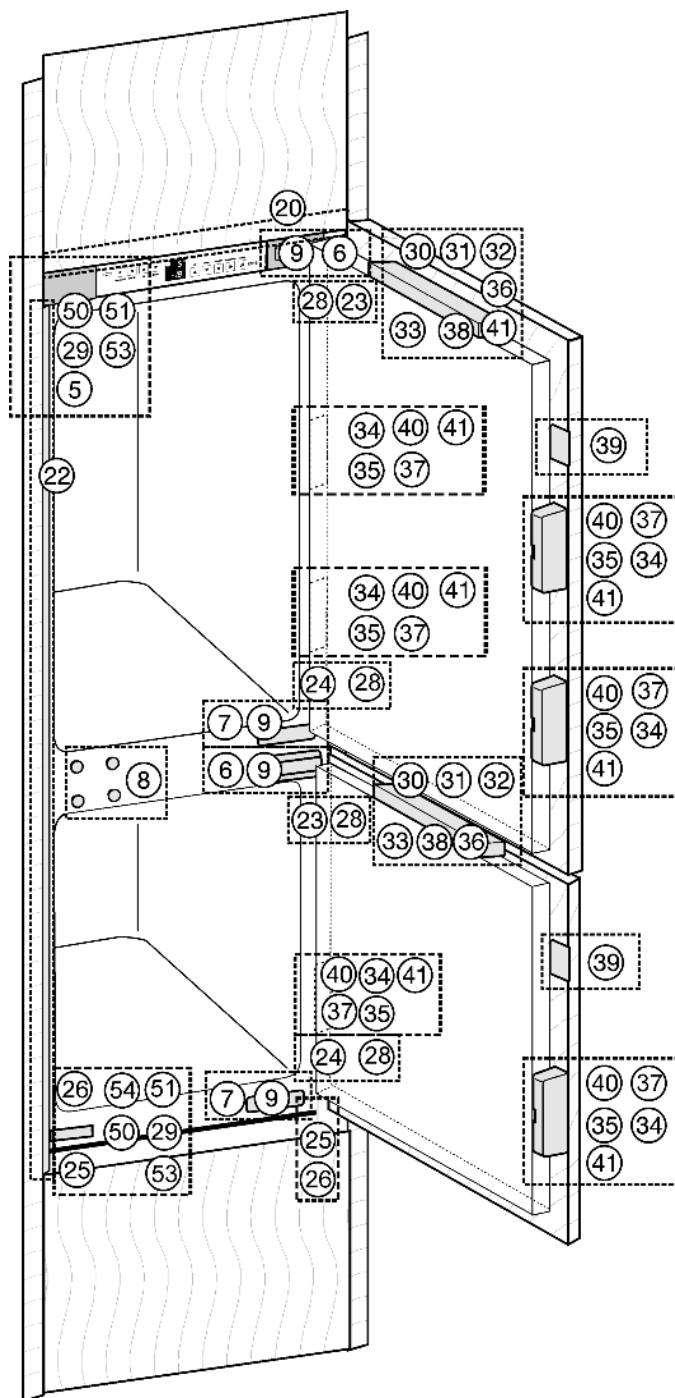
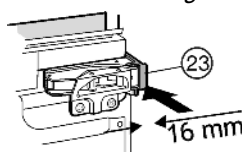
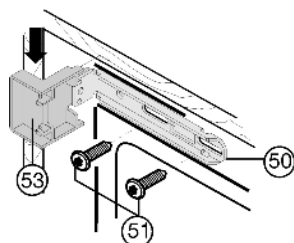
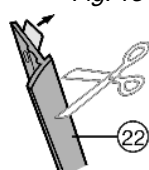

Fig. 8
Fig. 12
Fig. 13
Fig. 14
- Снимите крышки Fig. 8 (5, 6, 7).
- Защелкните распорный элемент *Fig. 12 (23)* на верхнем и распорный элемент *Fig. 8 (24)* на нижнем шарнире.
- Наденьте верхнюю и нижнюю крышку *Fig. 13 (53)* на крепежный уголок *Fig. 13 (50)*.
- Закрепите крепежный уголок *Fig. 13 (50)* сверху и внизу винтами *Fig. 13 (51)* так, чтобы уголок можно было немного двигать влево и вправо.
- Снимите защитную пленку с декоративной планки *Fig. 14 (22)*. Прикрепите декоративную планку *Fig. 14 (22)* со стороны ручки заподлицо с лицевой стороной к выступу крышки *Fig. 13 (53)* и наклейте на боковую стенку устройства.
- При необходимости укоротите декоративную планку *Fig. 14 (22)* внизу: Декоративная планка *Fig. 14 (22)* должна заканчиваться на 3 мм выше верхней кромки нижнего крепежного уголка *Fig. 8 (50)*.
- Вдвигайте устройство до тех пор, пока крышки *Fig. 13 (53)* не будут упираться *Fig. 13* в боковую стенку предмета мебели.
- Учитывайте конструктивный размер (глубину упорных элементов дверей). Выдвиньте шарниры и крышки *Fig. 13 (53)* на расстояние, соответствующее этому конструктивному размеру.
- Выставьте устройство прямо, регулируя опоры *Fig. 8 (25)* при помощи прилагаемого вилочного ключа *Fig. 8 (26)*.